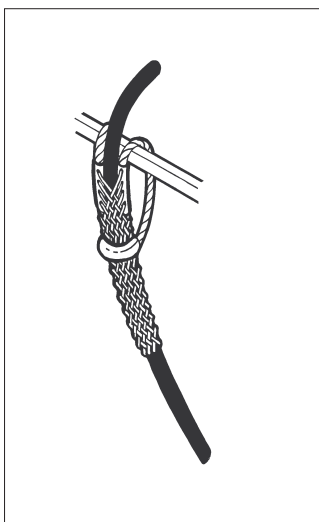

Fig. 1.16
- Fissare il quadro di comando (153) sulla mezzeria della ringhiera posteriore.
- Collegare il cavo di alimentazione al quadro per mezzo di una spina a norme CEE. Il cavo deve essere fissato alla piattaforma per mezzo di una calza (Fig. 1.16). Per altezze superiori ai 100 m, verificare lo sforzo di trazione ammissibile sul cavo.